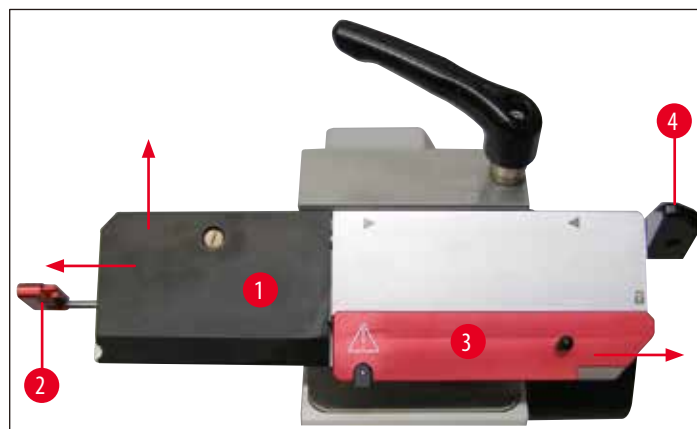

Рис. 32
- Теперь осторожно полностью выньте приспособление для ввода (→ Рис. 32-2) движением влево (→ Рис. 32). Прижимная пластина (→ Рис. 32-1) может быть снята (→ Рис. 33).